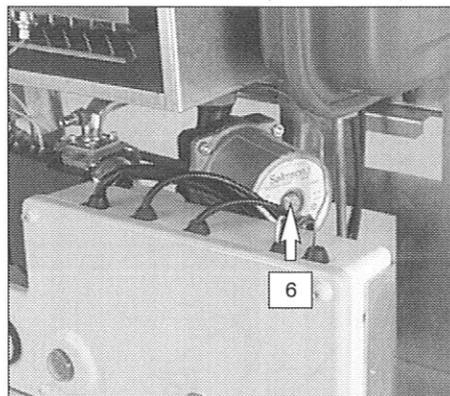

fig. 4.7
- 12 Procedere allo sfiato dell'aria nel circolatore allentando il tappo (6 in fig. 4.7). Nel caso sia necessario eseguire lo sblocco del circolatore, togliere completamente il tappo e girare il rotore nel senso della freccia posta sulla targhetta.